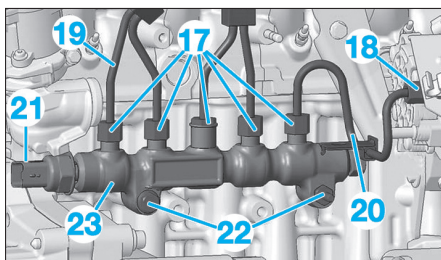

Fig. 39
- Desserrer les raccords (17) et (18) (Fig.39).